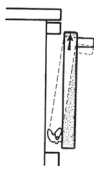

Bild 31
- und in dieser Stellung leicht anheben (Bild 31).